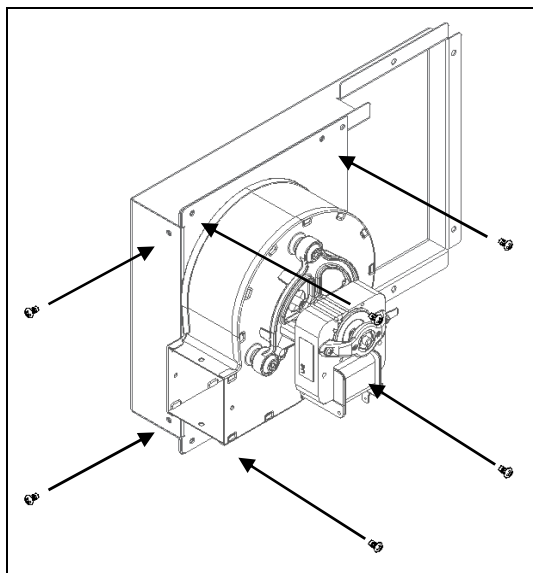

Figura 18 - Fixação apoio com o ventilador
i) Apertar o conjunto da Figura 18 na face lateral da câmara de combustão utilizando 6 parafusos (A) nos furos preparados para o efeito.